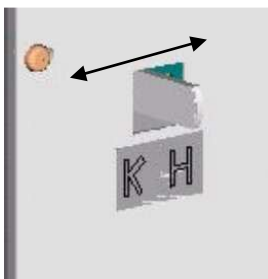

fig. 3.
Réglez ensuite la prise d'air primaire (voir fig. 3)
- ouvrir la prise d'air primaire (voir fig. 3.)